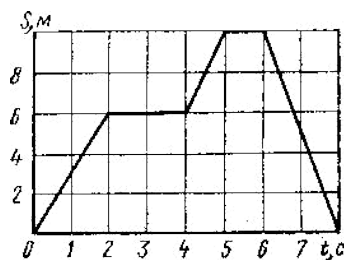

Рис. 11
- Расскажите, как двигалась точка, график, перемещения которой дан на рис.11